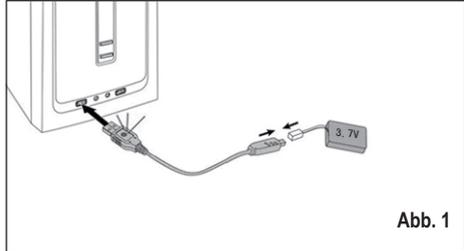
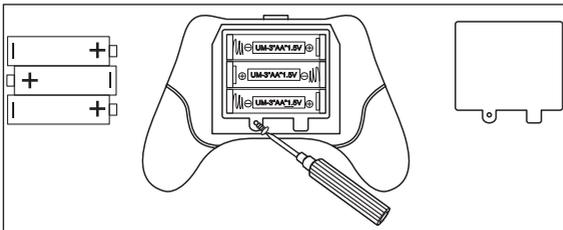

Abb. 1
Abb. 2
- Verbinden Sie den USB-Stecker des mitgelieferten USB-Ladekabels mit der USB-Stromquelle (wie oben in Abb. 1 gezeigt, z. B. ein USB-Netzgerät oder der USB-Anschluss eines Computers). Verbinden Sie dann den kleinen Stecker des USB-Ladekabels mit der entsprechenden Buchse des Flugakkus. Beachten Sie die korrekte Ausrichtung des Steckers (der Umriss des Steckers muss mit der Buchse des Ladekabels übereinstimmen).
- Öffnen Sie mithilfe des mitgelieferten Schraubendrehers (E) das Batteriefach (14) an der Unterseite des Senders.
- Legen Sie 3 AA-Batterien mit je 1,5 V in das Batteriefach ein. Achten Sie bitte auf korrekte Polarität (+/-), wie im Batteriefach angegeben. Siehe Abb. 2. Schließen Sie den Batteriefachdeckel wieder.